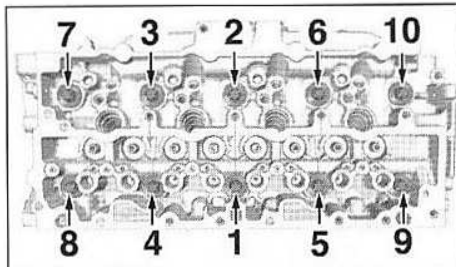

FIG.114
- Respecter l'ordre serrage de la culasse (Fig.114).